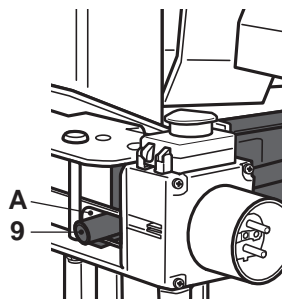

Fig. 3c
- > Vérifiez que le levier de contrôle [9] est bien inséré dans l'ouverture du support [A] (Fig. 3c).